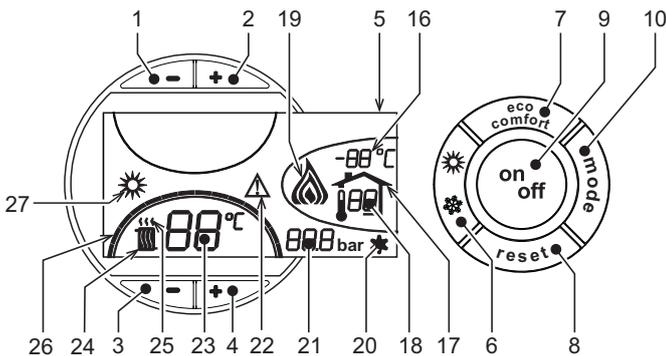
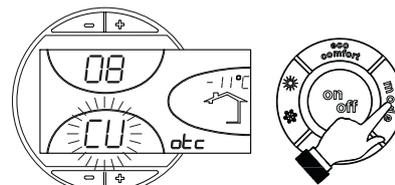
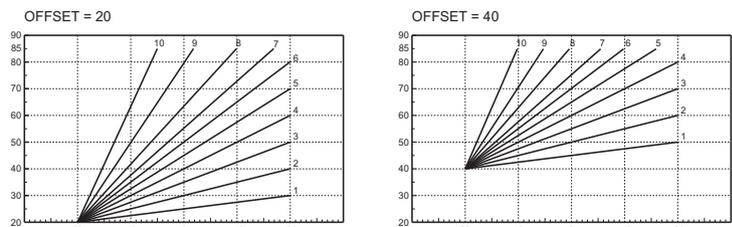

рис. 1 - Панель управления
рис. 9 - Кривая погодозависимого регулирования
рис. 12 - Пример параллельного смещения кривых погодозависимого регулирования
Нажмите клавишу **on/off** (поз. 9 - рис. 1) в течение 1 секунды.
Для повторного включения котла снова нажмите клавишу **on/off** (поз. 9 рис. 1) в течение 1 секунды.
- Нажмите кнопку ВКЛ/ВЫКЛ (9 - рис. 1)
Нажмите клавишу **Лето/Зима** (поз. 6 - рис. 1) на 1 секунду.
На дисплее высвечивается символ "Лето" (поз. 27 - рис. 1). При этом котел будет вырабатывать только воду для ГВС. Остается активной система защиты от замерзания.
Для выключения режима "Лето" вновь нажмите клавишу **Лето/Зима** (Поз. 6 - рис. 1) на 1 секунду.
Температура в системе отопления регулируется в пределах от 30 °С до 90 °С с помощью клавиш (поз. 3 и 4 - рис. 1); однако, не рекомендуется эксплуатировать котел при температуре ниже 45 °С.
Температура в системе ГВС регулируется в пределах от 10°С до 65°С с помощью клавиш (поз. 1 и 2 - рис. 1).
При наличии датчика температуры наружного воздуха (опция) на дисплее панели управления (поз. 5 - рис.1) отображается измеряемая этим датчиком температура. При этом система управления котлом работает в режиме "Плавающая температура". В этом режиме температура воды, подаваемой в систему отопления, регулируется в зависимости от климатических условий внешней среды с тем, чтобы обеспечить максимальный комфорт и экономию энергетических ресурсов в течение всего года. Так, при повышении внешней температуры понижается температура подачи воды в систему отопления, что производится по определенной "кривой погодозависимого регулирования".
С переключением на режим "Плавающая температуры" показатель температуры, устанавливаемый клавишами (дет. 3 и 4 - рис. 1) соответствует максимальной температуре подачи воды в систему отопления. Рекомендуется задавать максимальное значение температуры с тем, чтобы позволить системе регулировать ее по всему рабочему диапазону.
При однократном нажатии клавиши **Режим** (поз. 10 - рис. 1) на дисплее высвечивается текущая кривая погодозависимого регулирования (рис. 9), которую можно изменить с помощью клавиш задания температуры воды ГВС (поз. 1 и 2 - рис. 1).
При нажатии клавиш регулировки температуры отопления (поз. 3 и 4 - рис. 1) получается доступ к функции параллельного изменения кривых (рис. 12), выполняемого с помощью клавиш регулировки температуры в контуре ГВС (поз. 1 и 2 - рис. 1).
При повторном нажатии клавиши **Режим** (поз. 10 - рис. 1) осуществляется выход из режима регулировки параллельных кривых.
Если к котлу подключено устройство дистанционного управления с таймером (опция), вышеописанные регулировки производятся в соответствии с указаниями, приведенными в таблице 1. При этом на дисплее пульта управления (поз. 5 - рис. 1) высвечивается температура в помещении, измеряемая устройством дистанционного управления.
Выбор режимов ECO/COMFORT	При выключении режима ГВС с пульта ДУ котел переходит в режим "Eco-pot". В этих условиях клавиша 7рис. 1 - на панели котла отключена. При включении режима ГВС с устройства ДУ с таймером котел устанавливается в режим Comfort. В этих условиях с помощью клавиши 7рис. 1 - на панели управления котла можно выбрать любой из этих двух режимов.